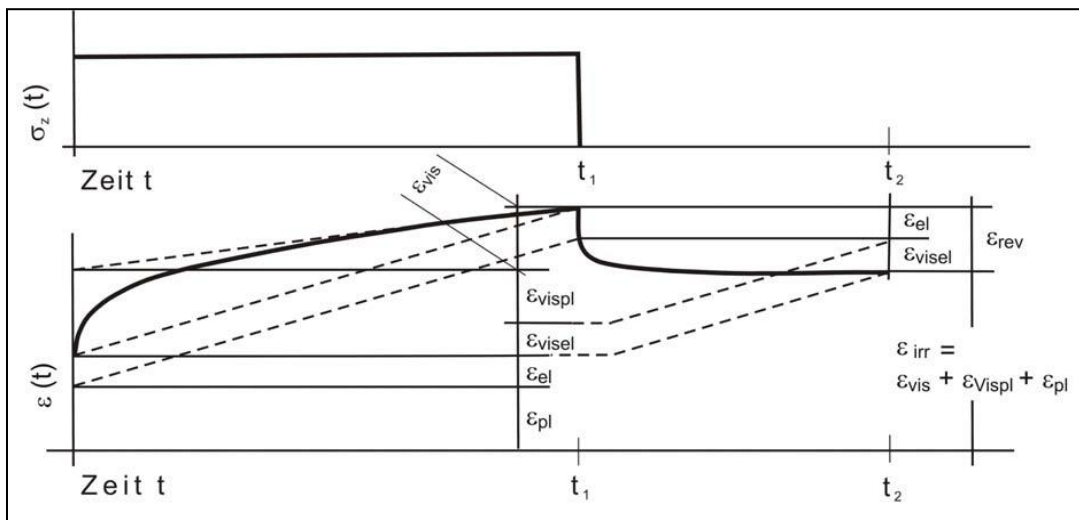

Bild 2: Zeitabhängige Verformungsanteile von Asphalt
- b) In Bild 2 ist die komplexe Wechselwirkung zwischen reversiblen und irreversiblen Verformungsanteilen, welche zeitunabhängig oder zeitabhängig sein können dargestellt.